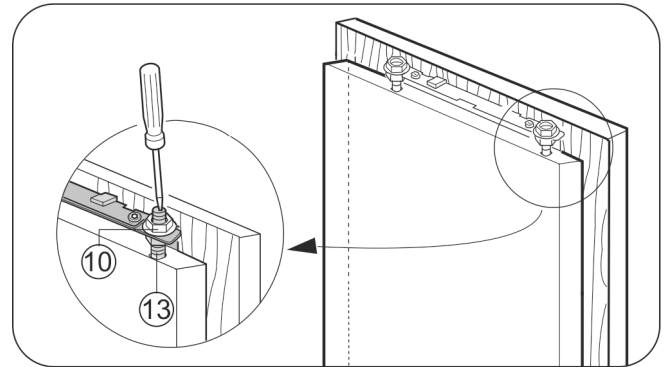

Fig. 22
- ▶ Apriete las contratuercas Fig. 22 (10) con una llave hexagonal de 13, sujetando los pernos de ajuste Fig. 22 (13) con un destornillador.